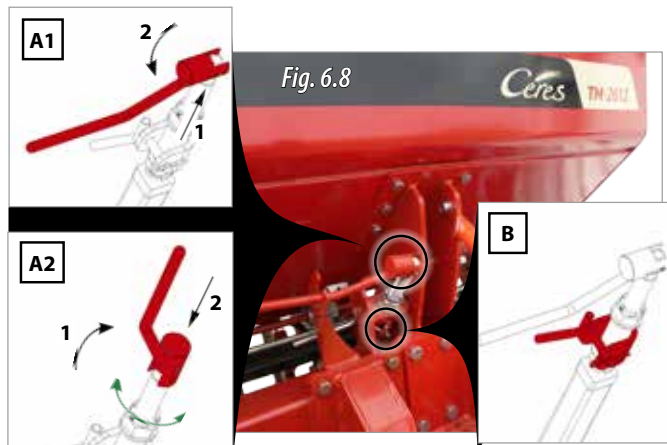

Fig. 6.8
- 2-** Las manivelas de las correderas se encuentran fijas al chasis (A1, Fig. 6.8), desplazarlas hasta su posición de regulación (A2, Fig. 6.8).
- 3-** Girar la manivela para subir o bajar el equipo de siembra de ese lado (flechas en verde A2, Fig. 6.8).
- 4-** Colocar la manivela en su posición fija (indicaciones A1, Fig. 6.8).
LA MÁQUINA SALE DE FÁBRICA CON LOS TOPES DE LAS CORREDERAS MONTADOS (B, FIG. 6.8), ESTOS DEBEN **UTILIZARSE SOLO EN CASOS DE SUELOS EXTREMADAMENTE DUROS**, CON ESTOS TOPES MONTADOS CONSEGUIMOS APOYAR EL PESO DE LA MÁQUINA SOBRE EL EQUIPO DE SIEMBRA. EN ESTE CASO SE DEBERÁN LEVANTAR LAS RUEDAS DELANTERAS DE CONTROL DE PROFUNDIDAD PARA EVITAR DAÑOS EN LAS MISMAS DURANTE EL TRABAJO.